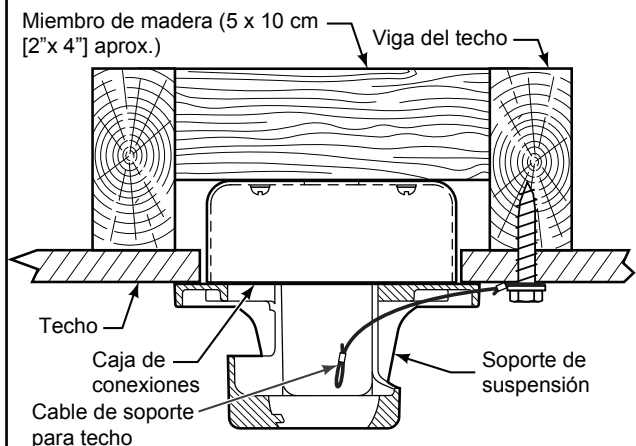

Figura 3
1. Perfore un orificio de 1/4" en la estructura del edificio para evitar grietas con la instalación del tornillo de intervalo. Utilice el tornillo de intervalo de 3/8"x2" y la arandela plana para fijar el cable de seguridad a la viga del techo o a la estructura de madera. Dicho tornillo pasará a través de arandela plana, la presilla del cable de seguridad y se fijará en la estructura del edificio. (Figura 3)
**NOTA:** El cable de soporte para techo no se puede asegurar solamente a la caja de conexiones; se debe asegurar directamente a la viga de techo o miembro estructural con el tornillo de cabeza cuadrada de 3/8"x2" y la arandela plana. (Figura 3)